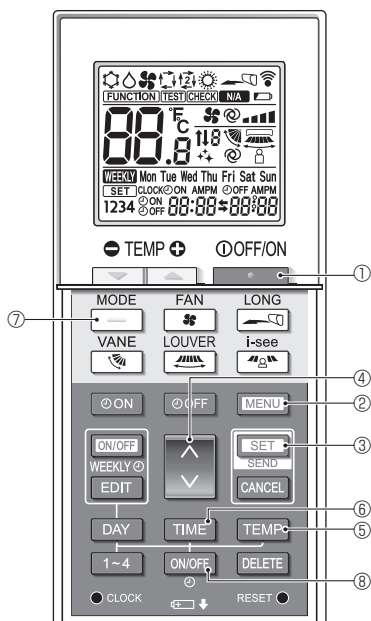
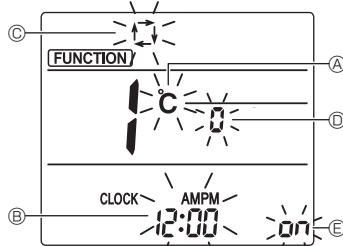

Fig. 7-9
Fig. 7-10
1. Pulse el botón [] ① para detener el acondicionador de aire.
2. Pulse el botón MENU ②. Se mostrará la pantalla de configuración de funciones y parpadeará el n.º de función Ⓐ. (Fig. 7-9)
- Pulse el botón ⏴ ④ para cambiar el n.º de función.
3. Compruebe que se muestra la función N.º "1", y luego pulse el botón SET ③. Se visualizará la pantalla de configuración de la visualización. (Fig. 7-10)